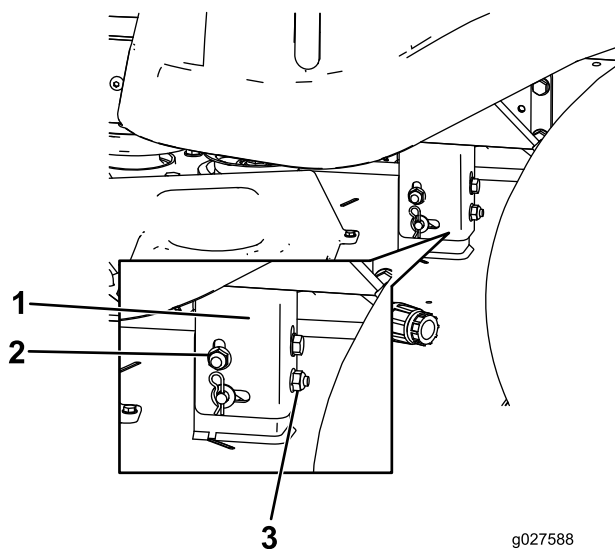

Figure 51
8. Élevez ou abaissez le côté gauche du tablier de coupe en tournant l'écrou arrière (Figure 51).